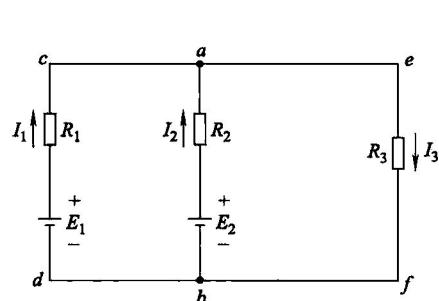

图 1-8 网孔与回路
- 支路——电路中一段无分支且电流相等的电路，如图 1-8 中的 ab、cd、ef 3 条支路。
- 节点——电路中 3 条或 3 条以上支路的连接点，如图 1-8 中的 a 点和 b 点。
- 回路——电路中的任意一个闭合路径叫回路，如图 1-8 中的 aefba、abdca、aefbdca 分别构成一个回路。
- 网孔——电路中不含有其他支路的回路，即单孔回路叫网孔。电路中网孔数等于独立回路数，如图 1-8 中的 aefba、abdca 这两个回路。